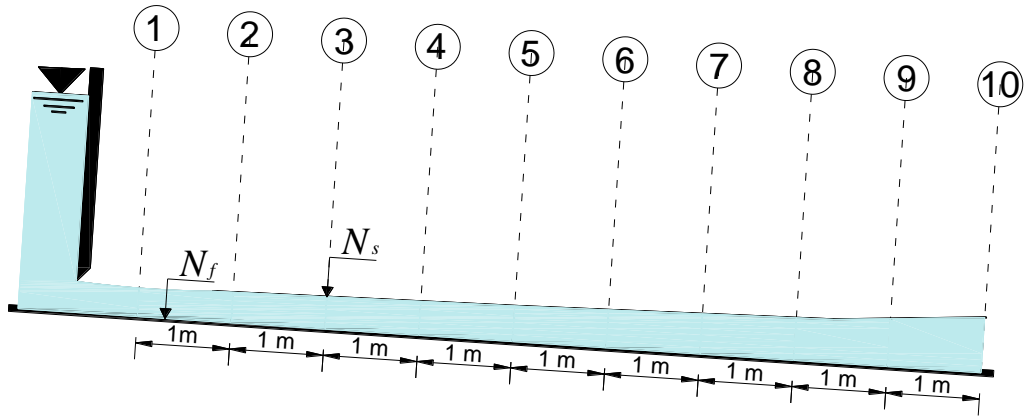

Figura 1. Secciones de medición en el canal con pendiente positiva
5. Localizar el tirante contracto (sección1), al pie de la compuerta, como lo muestra la figura 1. Medir los niveles de fondo N_f y de superficie libre del agua N_s , en m, registrar las mediciones en la tabla 1.
6. Obtener el nivel de fondo N_f y el nivel de superficie libre del agua N_s , en la sección 2, localizada un metro aguas abajo de la sección 1. Repetir el proceso anterior para cada una de las ocho secciones restantes figura 1. Registre sus mediciones en la tabla 1.